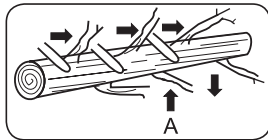

Abb. 11
Vom gefällten Baum werden die Zweige entfernt. Schneiden Sie nicht die Stützzweige (A), erst wenn der Stamm in der Länge geschnitten ist (Abb. 11).